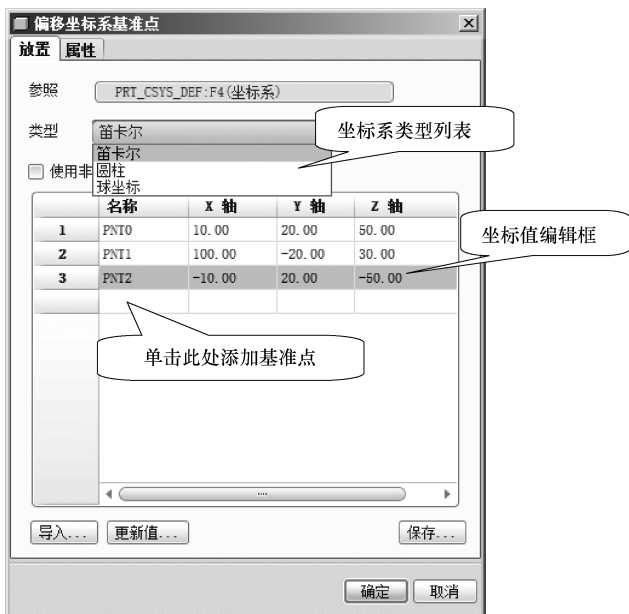

图 5-33 【偏移坐标系基准点】对话框
(1) 单击【基准】工具栏中的【点】按钮右侧的，在弹出的工具箱中单击【偏移坐标系】按钮，弹出【偏移坐标系基准点】对话框，如图 5-33 所示。
(2) 选择某一坐标系，在参照收集器中出现坐标系名称。
(3) 在【类型】下拉列表框中选择坐标系的类型，可以是笛卡尔坐标系、圆柱坐标系或者球坐标系。
(4) 单击名称下面的行，系统自动给创建的基准点命名，按照顺序依次为“PNT0”“PNT1”“PNT2”等。这时可以在“X 轴”“Y 轴”“Z 轴”下面对应的行内输入相应坐标。
(5) 单击按钮，完成基准点的创建。